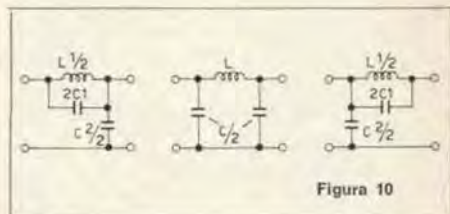

Figura 10
- Figura 10
Un filtro a tre sezioni può essere costruito come quello in figura 10. I valori per la sezione centrale si calcolano come quelli per il precedente esempio, quelli delle due sezioni terminali si calcolano applicando le seguenti formule: